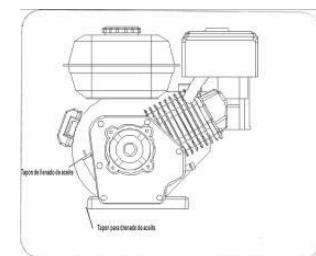

Figure 28
2. Dévissez le bouchon verseur d'huile sur le bec du trou de versement d'huile et essuyez la jauge d'huile. Reportez-vous à la Figure 28.
1. Localisez le bouchon de vidange d'huile, voir Figure 28.
3. Nettoyez la surface autour du bouchon de vidange d'huile, reportez-vous à la Figure 28.